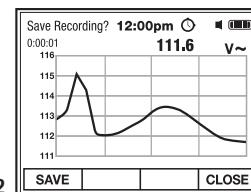

Fig. 12
4. Pulse el botón de función **F1 SAVE** para salir y guardar la grabación (Fig. 12).
5. Pulse el botón **F4 CLOSE** para salir sin guardar (Fig. 12).